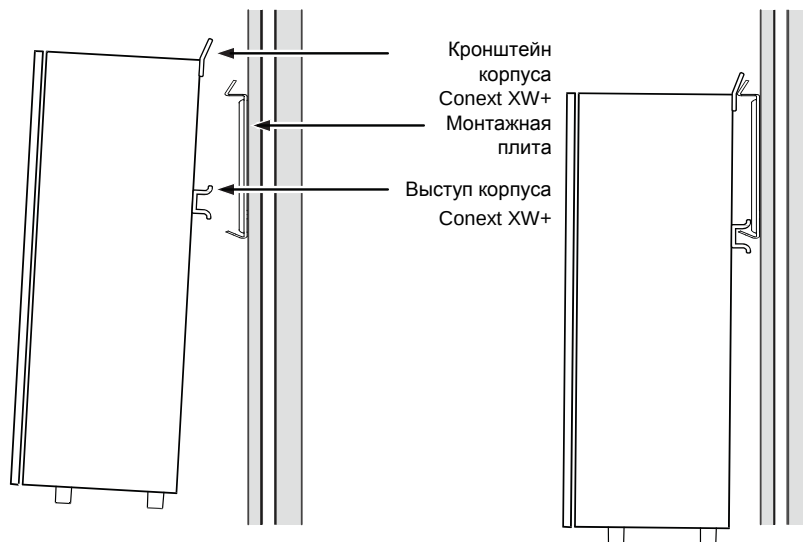

Рис. 2-6. Настенный монтаж устройства Conext XW+
1. Совместите выступ на задней стенке корпуса Conext XW+ с нижней кромкой монтажной плиты (см. рис. 2-6).